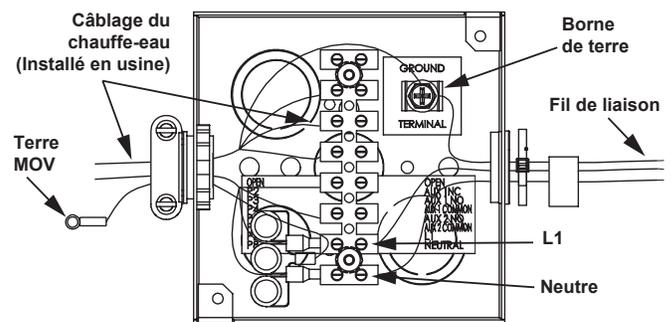

Figure 30. Boîte de jonction
Le fil de phase (« chaud ») de 120 V c.a. provenant de l'alimentation électrique se raccorde au fil volant noir ou à la borne « L1 » dans la boîte de jonction et le fil de neutre 120 V c.a. se raccorde au fil blanc ou à la borne « Neutre » dans la boîte de jonction pour assurer une polarité correcte. Voir *Figure 30* (page 32).
3. Raccorder le fil de phase (« chaud ») de 120 V c.a. provenant de l'alimentation électrique au fil volant noir ou à la borne « L1 » dans la boîte de jonction située sur le dessus du chauffe-eau. Si le fil noir est utilisé, faire le raccordement à l'intérieur de la boîte de jonction avec un serre-fils de bonne dimension et enrouler du ruban isolant autour du serre-fils et de l'extrémité du fil. Voir *Figure 30* (page 32) et le schéma de câblage à la *Figure 41* (page 63).
de jonction située sur le dessus du chauffe-eau. Si le fil blanc est utilisé, faire le raccordement à l'intérieur de la boîte de jonction et enrouler du ruban isolant autour du serre-fils et de l'extrémité du fil. Voir *Figure 30* (page 32) et le schéma de câblage à la *Figure 41* (page 63).
5. Raccorder le fil de neutre provenant de l'alimentation électrique au fil volant vert ou à la borne de terre dans la boîte de jonction située sur le dessus du chauffe-eau. Si le fil volant vert est utilisé, faire le raccordement à l'intérieur de la boîte de jonction avec un serre-fils de bonne dimension et enrouler du ruban isolant autour du serre-fils et de l'extrémité du fil. Voir la boîte de jonction à la *Figure 30* et le schéma de câblage à la *Figure 32* (page 36).